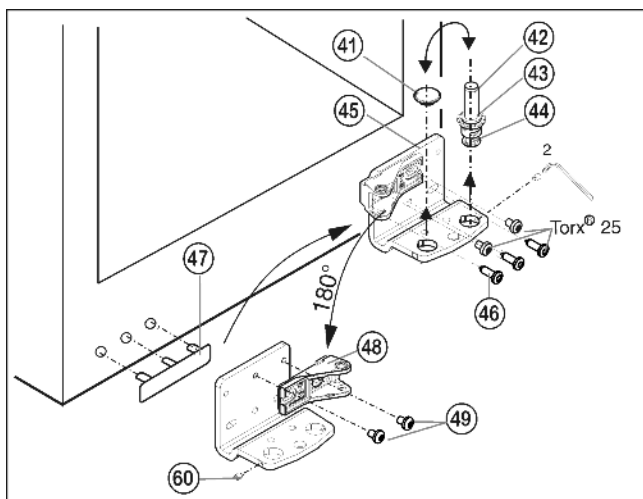

Fig. 13
- ▶ Závitový kolík Fig. 13 (60) vyšroubujte o zhruba 1 otáčku pomocí přiloženého imbusového klíče.
- ▶ Ložiskový čep Fig. 13 (42) včetně podložky Fig. 13 (43) a seřizovací nožky Fig. 13 (44) vyšroubujte nahoru.
- ▶ Zátku Fig. 13 (41) odstraňte.
- ▶ Stojan ložiska Fig. 13 (45) odšroubujte Fig. 13 (46).
- ▶ Závitový kolík Fig. 13 (60) kompletně vyšroubujte a zase našroubujte na protější straně do kozlíku ložiska, až vně lícuje s kozlíkem ložiska.
- ▶ Ložiskový díl Fig. 13 (48) odšroubujte a zase dotáhněte Fig. 13 (49) otočený o 180°.
- ▶ Zátku Fig. 13 (41) zase vložte do druhé díry.
- ▶ Krytku na straně madla Fig. 13 (47) opatrně vytáhněte a přemístěte na druhou stranu.
- ▶ Stojan ložiska Fig. 13 (45) na nové straně závěsu zase přišroubujte příp. pomocí akumulátorového šroubováku (**momentem 4 Nm**).
- ▶ Ložiskový čep Fig. 13 (42) včetně podložky a seřizovací nožky zase našroubujte.
- ▶ Kolík se závitem Fig. 13 (60) dotáhněte.
- ▶ Dveře nasadte shora na spodní ložiskový čep Fig. 13 (42).
- ▶ Dveře případně pomocí obou podélných děr ve spodním stojanu ložiska Fig. 13 (45) a v prostředním stojanu ložiska Fig. 11 (31) vyrovnejte tak, aby lícovaly. Vyšroubujte prostřední šroub na stojanu ložiska dole Fig. 13 (45).